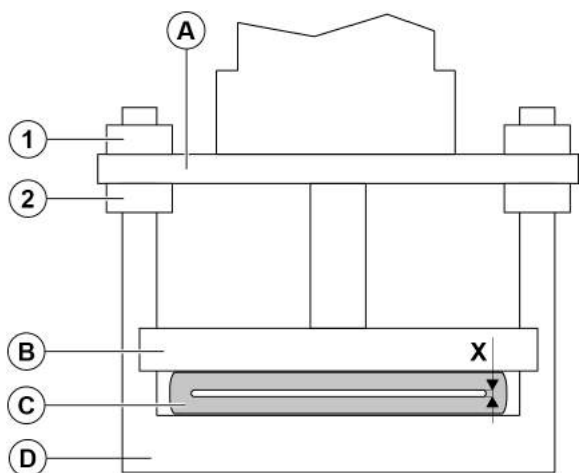
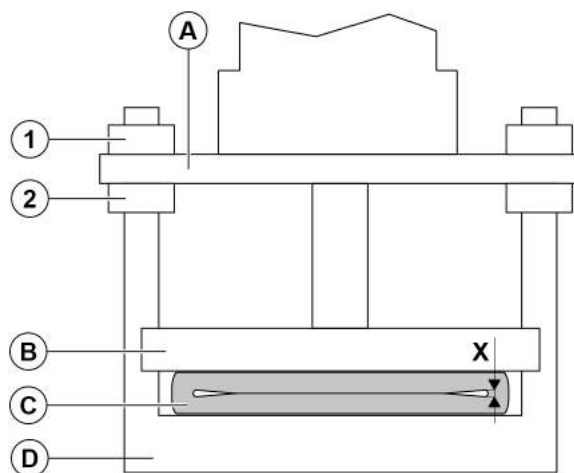

Figura 16.
Figura 17.
10. Ajuste las barras de apriete paralelas entre sí con las tuercas, que se encuentran a ambos lados de la placa de fijación del actuador (*Figura 16*, tuercas 1 y 2). Desde un extremo del manguito debe verse una franja luminosa uniforme y estrecha en toda la sección apretada del manguito o simétricamente a ambos lados (*Figura 16* y *Figura 17*, dimensión X).
Si la válvula se acciona mediante un volante manual, basta con comprobar que las barras de apriete estén paralelas y que se muestre la hendidura luminosa (*Figura 16* y *Figura 17*, dimensión X).